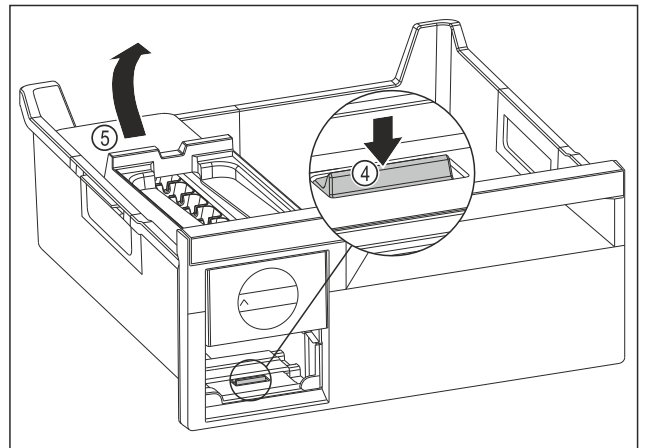

Fig. 91
- ▶ Extraer el cuerpo del EasyTwist-Ice: Presionar la lengüeta Fig. 91 (4) con los dedos hacia abajo subiendo al mismo tiempo por detrás con la otra mano el cuerpo del EasyTwist-Ice Fig. 91 (5).